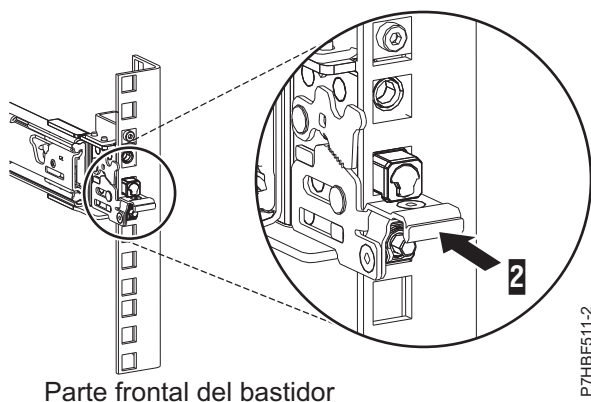

Figura 6. Pestillo colocado en el riel frontal del bastidor
7. Al tirar del raíl deslizante hacia adelante, asegúrese de que las tres patillas sobresalen de los orificios del bastidor y, a continuación, presione el pestillo frontal (2) hasta el final. Para obtener más de talles, consulte Figura 6.